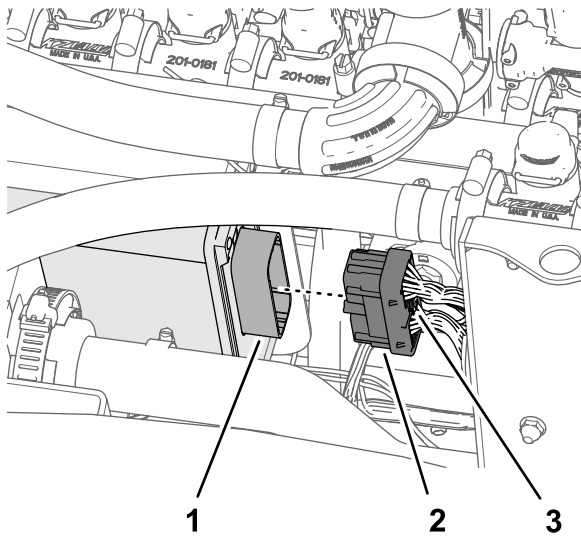

Figura 134
2. Inserte el conector hembra de 40 vías de la rama de 102 cm del arnés de cables del kit en el conector de 40 pines del controlador de fumigación del ASC 10 (Figura 134).
3. Enrosque a mano el tornillo moleteado del conector hembra de 40 vías en el conector ASC 10 (Figura 134).